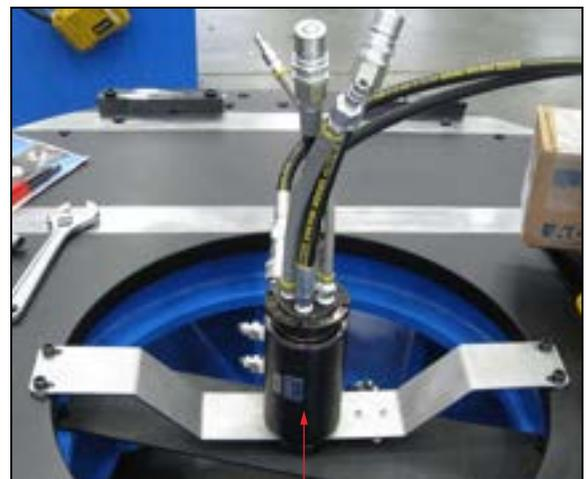

ABBILDUNG 4-41. DREHTISCHANSLUSSSTÜCK
4. Drehtischanschlussstück an die Maschine montieren (siehe Abbildung 4-41).